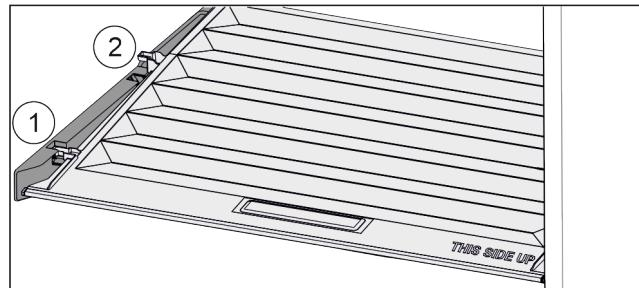

Fig. 144
- Потянуть крышку до отверстия в поддерживающих деталях вперед Fig. 144 (1).
- Поднять сзади снизу и извлечь Fig. 144 (2) движением вверх.